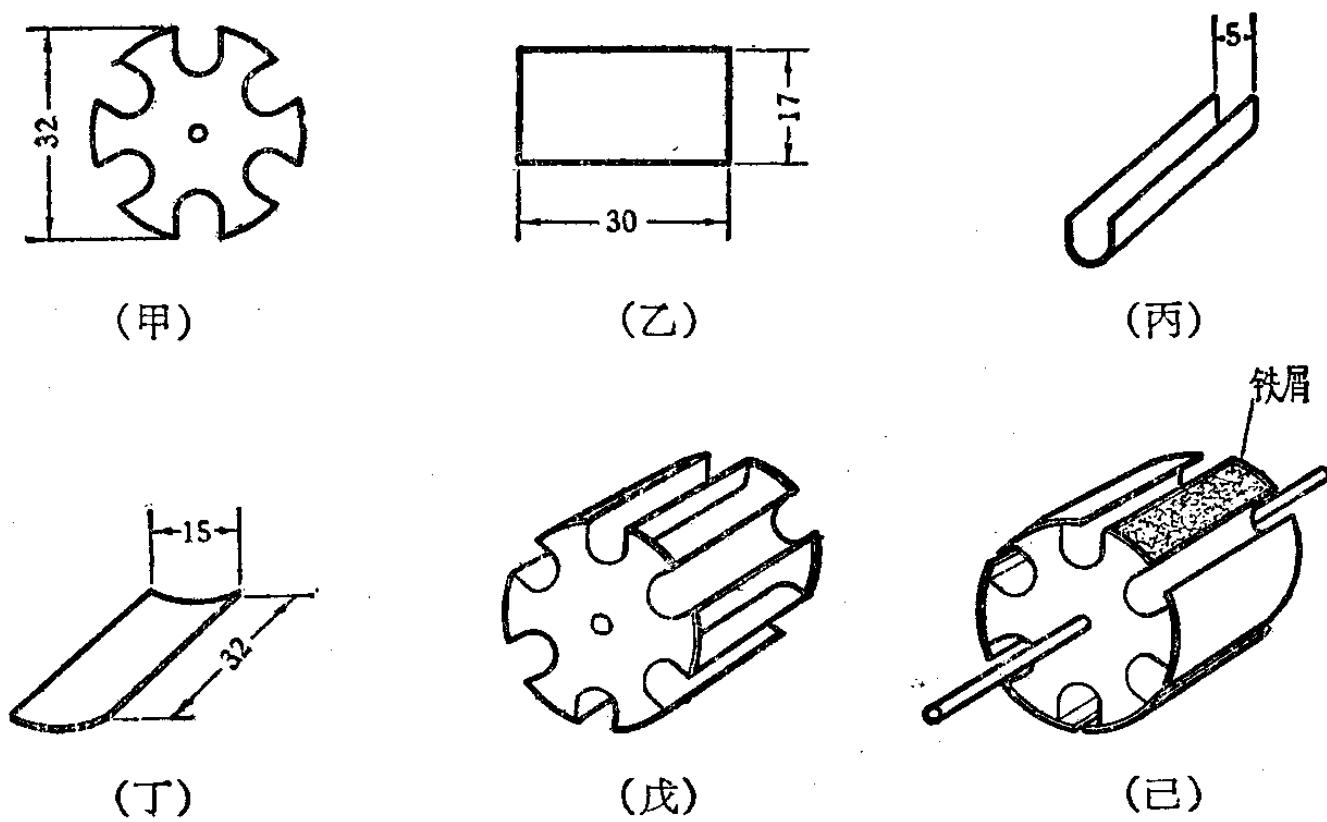

图 11-27
1. 在馬口鐵皮上用圓規照图 11-27 (甲) 的形状画好，一式两块，剪下来，越正确越好。
2. 按照图 11-27 (乙)的尺寸，用同样的馬口鐵皮剪下六片，在細鐵棒或木棒上把它們弯成图 11-27 (丙) 的样子，圓弧的形状要密切地和图 11-27(甲)的六个缺口配合。
3. 用馬口鐵皮剪成图 11-27(丁)的样子，共需六块，作为盖子。
4. 把图 11-27 (丙) 的六个槽，分別焊在图 11-27 (甲) 的六个缺口里，焊接时要注意平整，千万不可馬虎，焊好后如图 11-27 (戊) 的样子。
5. 在中心孔里，穿入一根直径3毫米的鋼絲軸，焊好。再在每两个槽之間焊上图11-27(丁)的蓋子，先焊好五片，留一片暫時不要焊，如图11-27(己)。放在架子上轉动一下，看看轉得是否平稳，如有問題要細心加以修正，一定要轉得很平稳。
7. 用厚紙按图11-27(甲)剪下两片，把它們用胶水貼在电枢的两个側面。电枢的每一个槽里，衬一两层薄而牢韌的紙(油印用的蜡紙很适宜)作絕緣，然后开始繞綫圈。